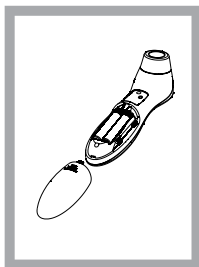

Рис. 10
3. Вынуть старые аккумуляторные батареи и заменить их двумя новыми типа ААА (рис. 10).